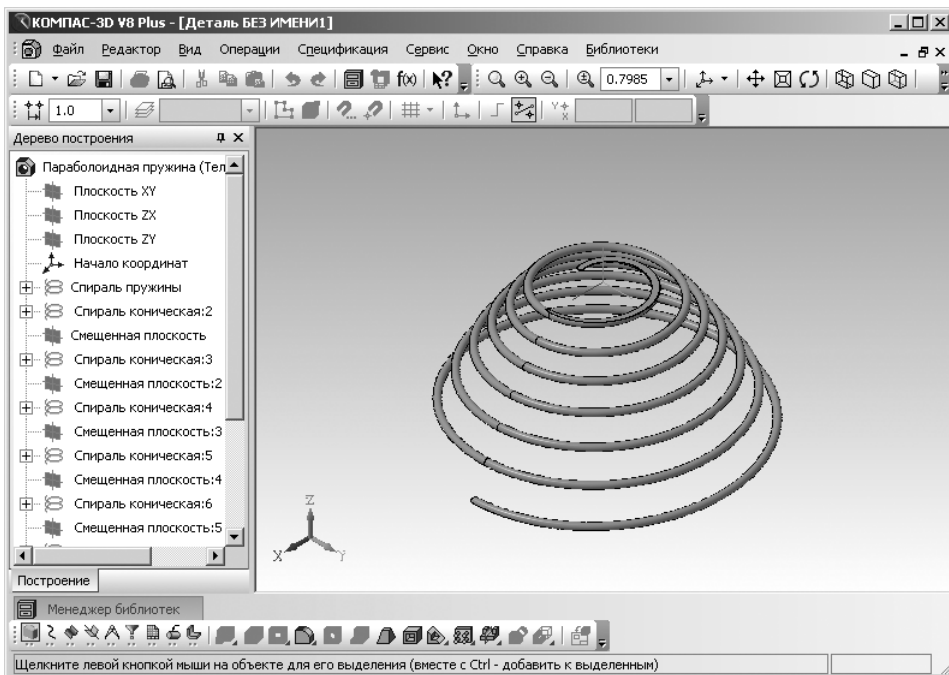

Рис. 4.84. Изображение трехмерной модели конической пружины
- щелкните в главном окне системы **Проектирование конических или фасонных пружин** по кнопке **Построение**. Появится графическое изображение трехмерной модели только что рассчитанной конической пружины, см. рис. 4.84.